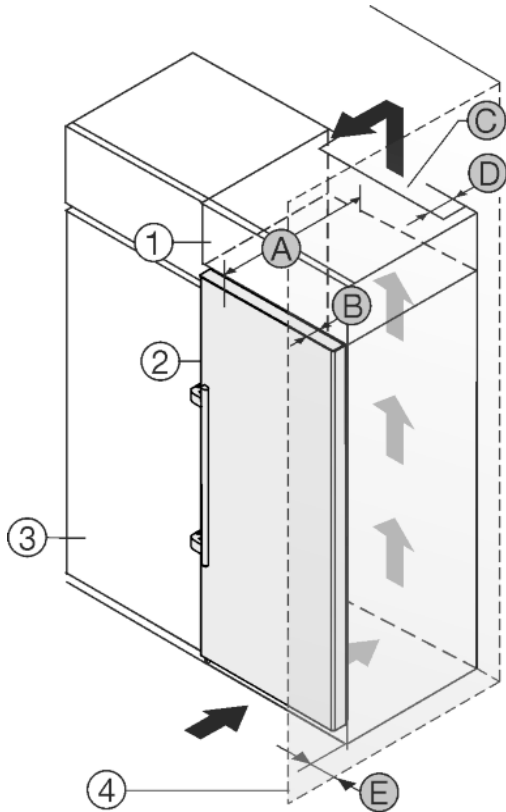

Fig. 19
Устройство может быть окружено кухонными шкафами. Чтобы уравнять устройство Fig. 19 (2) по высоте с кухонной стенкой, можно установить над устройством дополнительный шкафчик Fig. 19 (1).
Установить устройство можно непосредственно рядом с кухонным шкафом Fig. 19 (3). Чтобы можно было полностью открыть двери, устройство должно выступать на глубину Fig. 19 (B) относительно передней стенки кухонного шкафа. В зависимости от глубины кухонных шкафов и использования пристенных распорок устройство может выступать и больше.
- На задней стенке дополнительного шкафчика должен быть вентиляционный канал с глубиной Fig. 19 (D) по всей ширине этого шкафа.
- Нужно соблюдать вентиляционное отверстие Fig. 19 (C) под нижней панелью.
Если устройство установлено на шарнирах у стены Fig. 19 (4), то нужно соблюдать расстояние Fig. 19 (E) между устройством и стеной. Настолько выступает ручка при открытой двери.